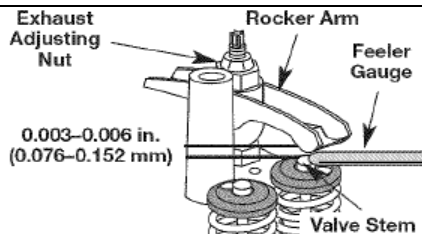

Рис. 30
7. Поместите щуп между коромыслом и возвратной пружиной клапана. Определите значение зазора между штоком клапана и коромыслом (Рис.30). Замеры проводятся как на впускном, так и на выпускном клапане.
- поверните регулировочную гайку при использовании ключа размером 5/16 дюйма или накидной головки (Рис. 30);